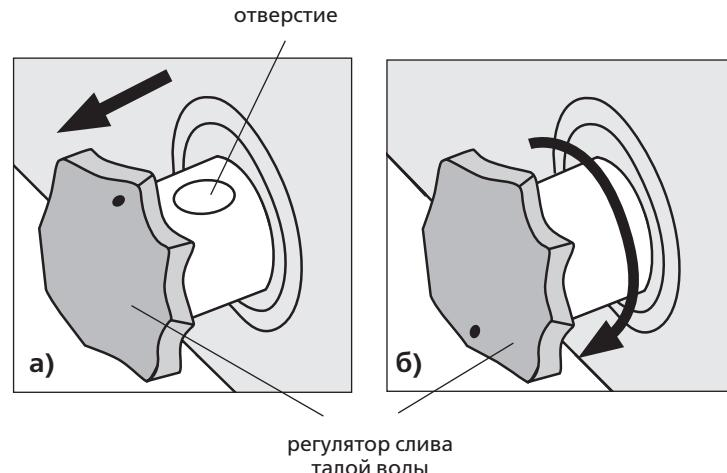

Рисунок 4
- потянуть регулятор слива талой воды на себя и повернуть на 180°, отверстием вниз (рисунок 4);